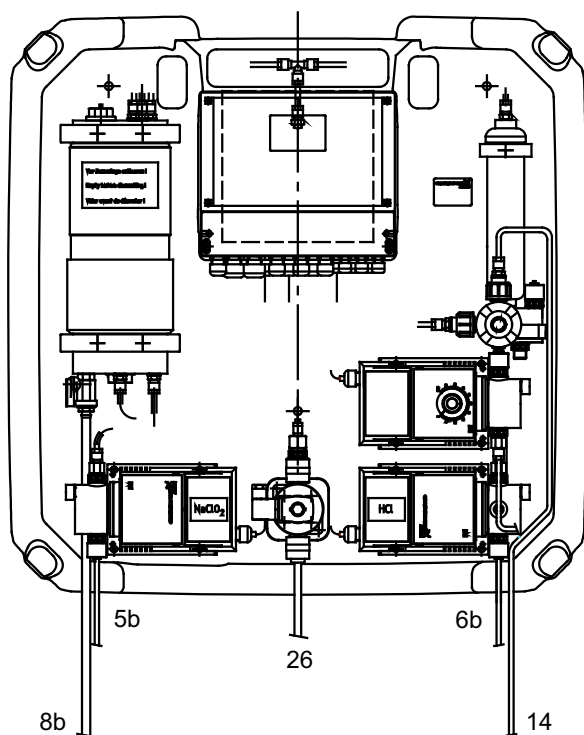

Рис. 4 Гидравлические соединения системы Oxiperm Pro
- шланг разбавляющей воды на электромагнитном клапане (рис. 4, поз. 26)
- шланги для обеих всасывающих трубок дозировочных насосов (рис. 4, поз. 5b и 6b)
- дозирующая линия между дозирующим насосом и узлом впрыскивания на главной магистрали или к устройству регулирования потока в модуле смешивания (рис. 4, поз. 14)
- шланг на спускном кране резервуара-накопителя (устанавливается только для промывки и вентиляции) (рис. 4, поз. 8b).